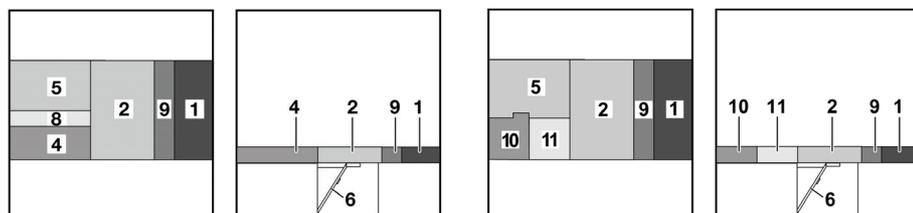
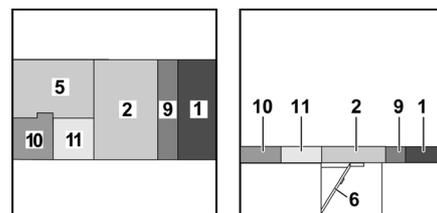

Bild 151 Nach dem Umbau (Variante 1)
Bild 152 Nach dem Umbau (Variante 2)
- Das Rückenpolster (Bild 151,4) umlegen und zur Mitte ziehen.
- Das Zusatzpolster (Bild 151,8) zwischen das Rückenpolster (Bild 151,4) und das Sitzpolster (Bild 151,5) legen.
- Die Zusatzpolster (Bild 152,10 und 11) zwischen das Sitzpolster (Bild 152,5) und die Wand legen.
- Das Zusatzpolster (Bild 151,9 oder Bild 152,9) zwischen das Rückenpolster (Bild 151,1 oder Bild 152,1) und das Sitzpolster (Bild 151,2 oder Bild 152,2) legen.